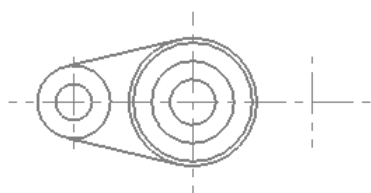
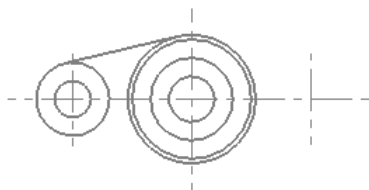

图 3.16.14 绘制切线
图 3.16.16 第一条切线
(5) 单击 按钮，完成两个圆的绘制。
Step5. 绘制图 3.16.14 所示的两条切线。
(1) 选择命令。选择下拉菜单 **绘图(C)** → **线(L)** → **绘制任意线(E)...** 命令，系统弹出“直线”工具栏。
(2) 绘制第一条切线。在“直线”工具栏中单击 按钮使其处于按下状态，选取图 3.16.15 所示的两个圆的上部，此时系统自动绘制图 3.16.16 所示的切线。